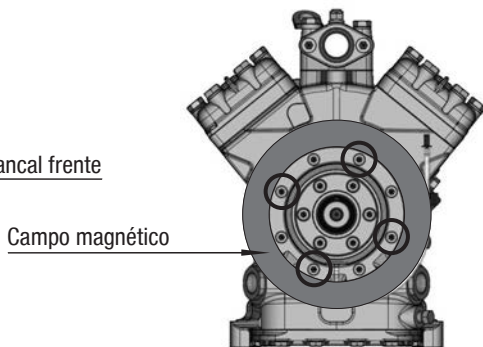

Fig. 9
- Empurrar o campo magnético para o assentamento otimizado e fixar novamente os quatro parafusos de cabeça cilíndrica M8 (fig. 9). Torque de aperto dos parafusos = 34 Nm.